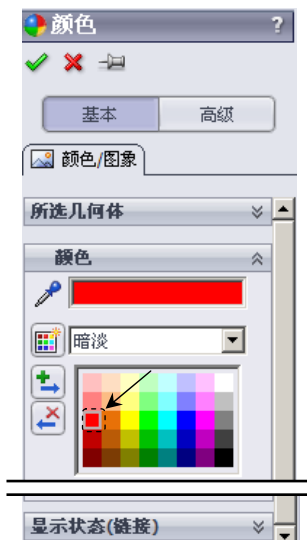
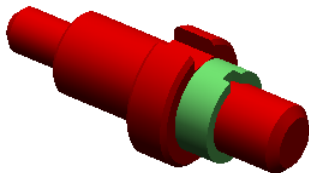

图 9.4.4 “颜色”对话框
图 9.4.5 模型颜色
Step5. 在设计树中选择  (固定) shaft<1> 节点，然后选择下拉菜单  编辑(E)  外观(A)  外观(A)... 命令，系统弹出“颜色”对话框。
Step6. 在“颜色”对话框的  颜色 区域中选择图 9.4.4 所示的颜色类型，其他参数采用系统默认设置值，然后在“颜色”对话框中单击  按钮，完成颜色的设置。模型颜色如图 9.4.5 所示。